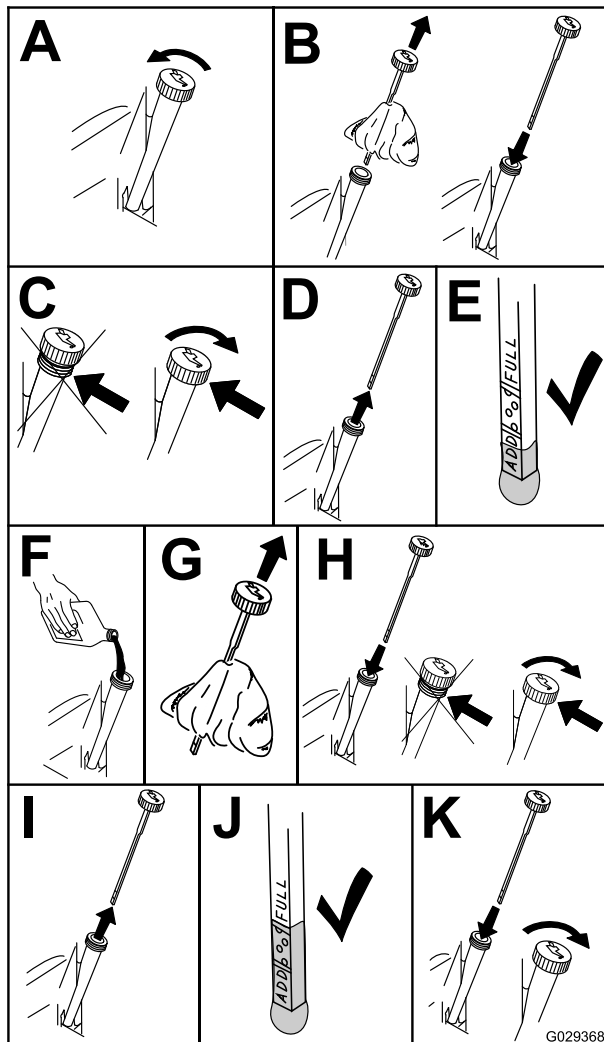

Bild 45
3. Reinigen Sie den Bereich um den Ölfüllstutzendeckel bzw. den Ölpeilstab vor dem Abnehmen, damit kein Schmutz oder Schnittgut usw. in den Motor gelangt (Bild 45).